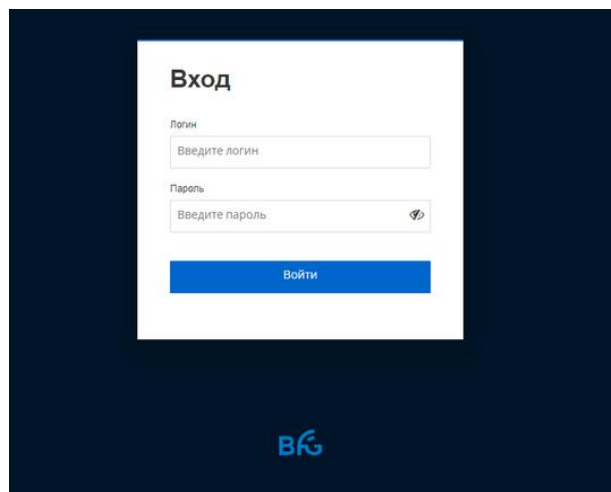
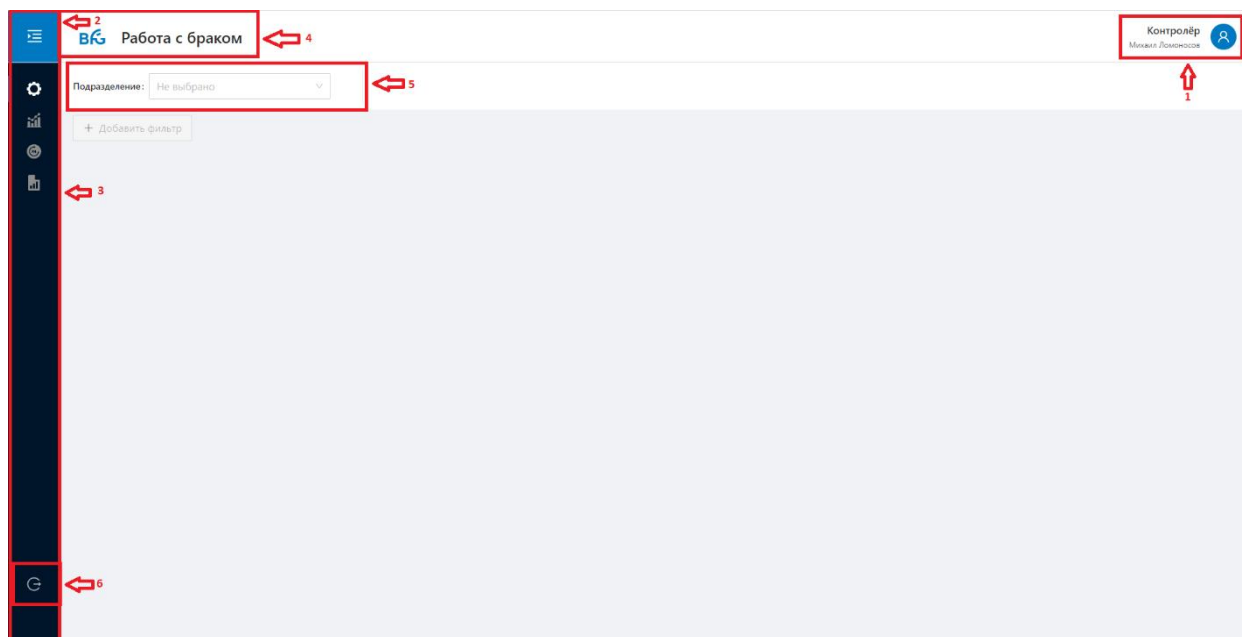
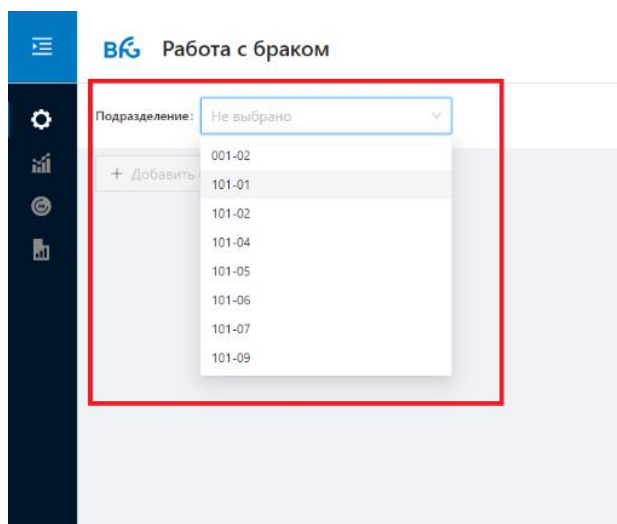

Рисунок 156
Рисунок 159
Рисунок 161
2. В открывшемся окне авторизации (Рисунок 156) указать логин и пароль, затем нажать на кнопку **Войти**. В случае успешного ввода данных осуществится переход в основное окно профиля (Рисунок 159).
После успешной авторизации откроется основное окно профиля контролера (Рисунок 159).
По умолчанию в профиле отображается страница “Работа с браком” (Рисунок 159 п.4) и данные пользователя (Рисунок 159 п.1).
Для перехода в другие окна системы необходимо раскрыть панель меню (Рисунок 159 п.2, п.3) и выбрать нужный пункт меню.
Для выхода из системы необходимо выбрать (Рисунок 159 п.6).
Для начала работы с формой брака необходимо выбрать подразделение Рисунок 159 п.5).
Для выбора подразделения из списка (Рисунок 159 п.5) и (Рисунок 161) необходимо раскрыть список и найти нужное подразделение.